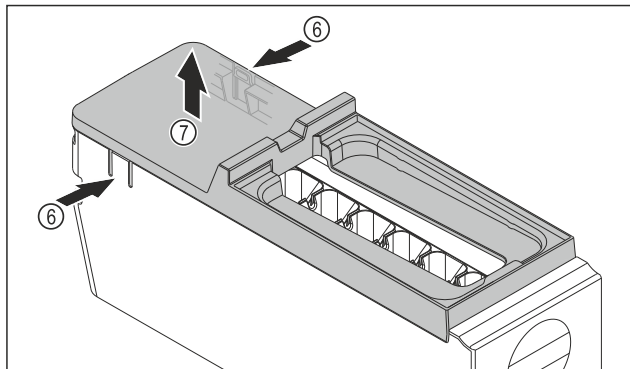

Fig. 106
- Vegye le az EasyTwist-Ice egység testének fedelét: Nyomja meg az egyik kezével a füleket Fig. 106 (6) az EasyTwist-Ice egység testének mindkét oldalán.
- Vegye ki a fedelet Fig. 106 (7) a másik kezével felfelé.